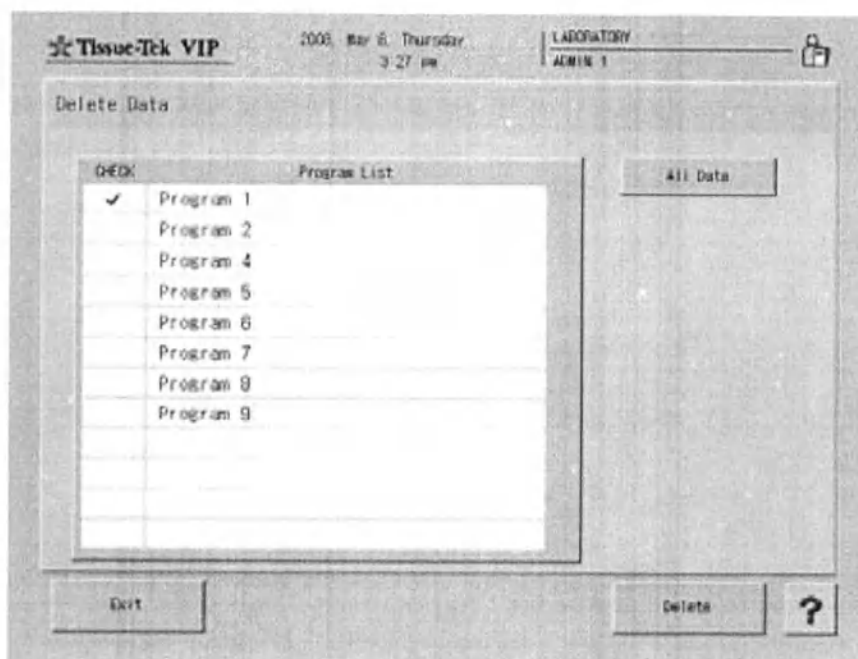

Рис. 90 Удаление программ
1. Нажмите кнопку «**Programs**» (Программы). Появится экран «Program List» (Список программ) (Рис. 90).